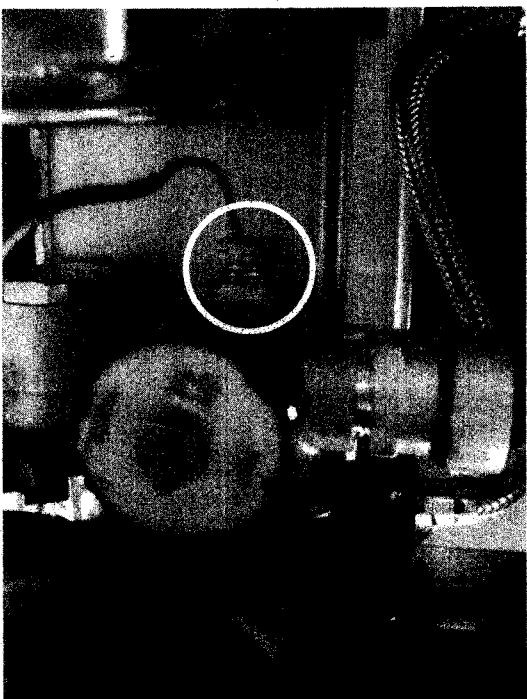

Figura 56
- ☐ Se demonteaza tubul capilar din blocul hidraulic (figura 56).